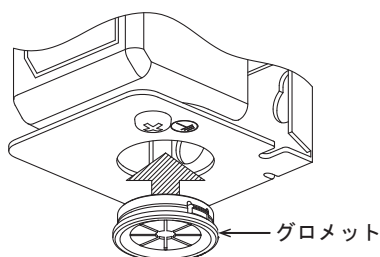

図 12 グロメットの取り付け
- (1) グロメットを対象のロックアウト穴へ『図 12』で示す向きで差し込みます。
- (2) 「カチッ」とツメがはまる音がするまで押し込みます。
- (3) 外れないことを確認します。